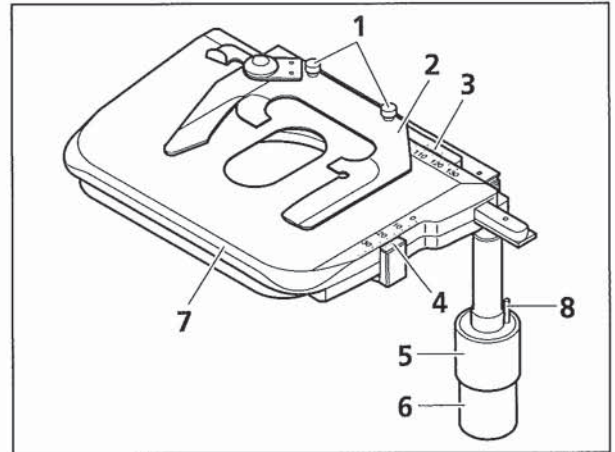
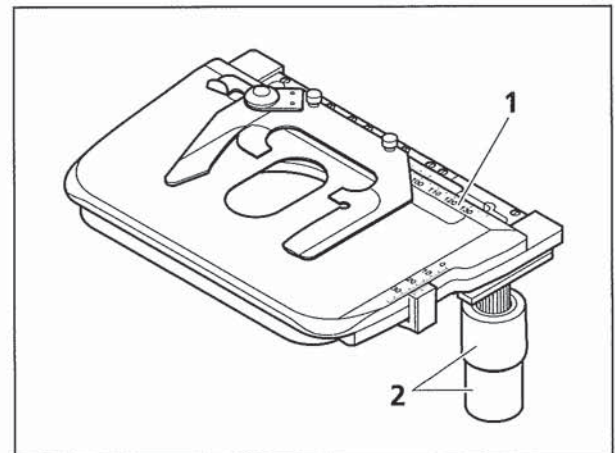

Bild 2-14 Kreuztisch 75x50 R mit Objekthalter
Bild 2-15 Kreuztisch 75x50 R ergonomisch mit ortsfestem Trieb
- Kreuztisch (Bild 2-14/7) zur Aufnahme, Positionierung und Fixierung der Präparate mit Objekthalter.
- Objekthalter (Bild 2-14/2) für Einhandbedienung oder Objekthalter für Zählkammern (austauschbar nach Lösen der beiden Rändelschrauben, Bild 2-14/1).
- Triebknöpfe für X- (Bild 2-14/6) und Y-Verstellung (Bild 2-14/5).
- Die Triebknöpfe für X- und Y-Verstellung sind für die individuellen Bedürfnisse des Anwenders sowohl in der Höhe als auch in der Friktion einstellbar. Das dafür benötigte Werkzeug (Bild 2-14/8) befindet sich im oberen Triebknopf.
- Ziffernskala mit Nonius für Anzeige des Verstellweges in X- (Bild 2-14/3) und Y-Richtung (Bild 2-14/4).
- Triebknöpfe je nach Ausführung an der rechten (R) oder linken Seite (L).
- Weiterhin gibt es einen Kreuztisch (Bild 2-15/1) mit ergonomischem, ortsfestem X-Y-Trieb (Bild 2-15/2) an der rechten Seite.